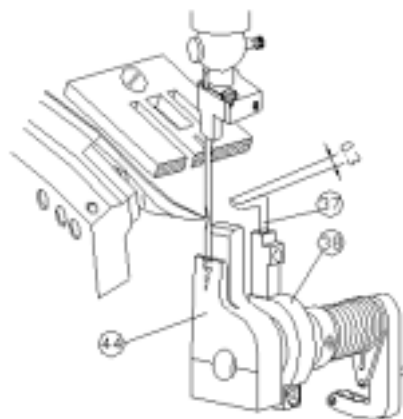

Fig. 13
El catcher de thread (37) debe ser montado en such una manera de que su punta proyecta 0.3 mm en frente de su pierna. Fig. 13.